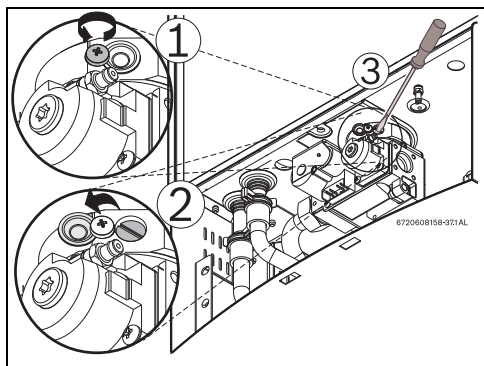

Рис. 52 Регулировка уровня P1 CO₂
- ▶ Ослабьте желтый окрашенный винт с крестообразной головкой (Рис. 52 , поз. 1), и крышка должна откинуться вниз (Рис. 52 , поз. 2), открывая утопленный латунный шлицевой винт (Рис. 52 , поз. 3).
- ▶ Снимите желтую окрашенную крышку винта #40 с крестообразной головкой с передней панели газового крана, Рис. 52 . Откроется винт #40 с крестообразной головкой.
- ▶ Верните крышку шлицевого винта в исходное положение и затяните винт с крестообразной головкой, Рис. 52 .